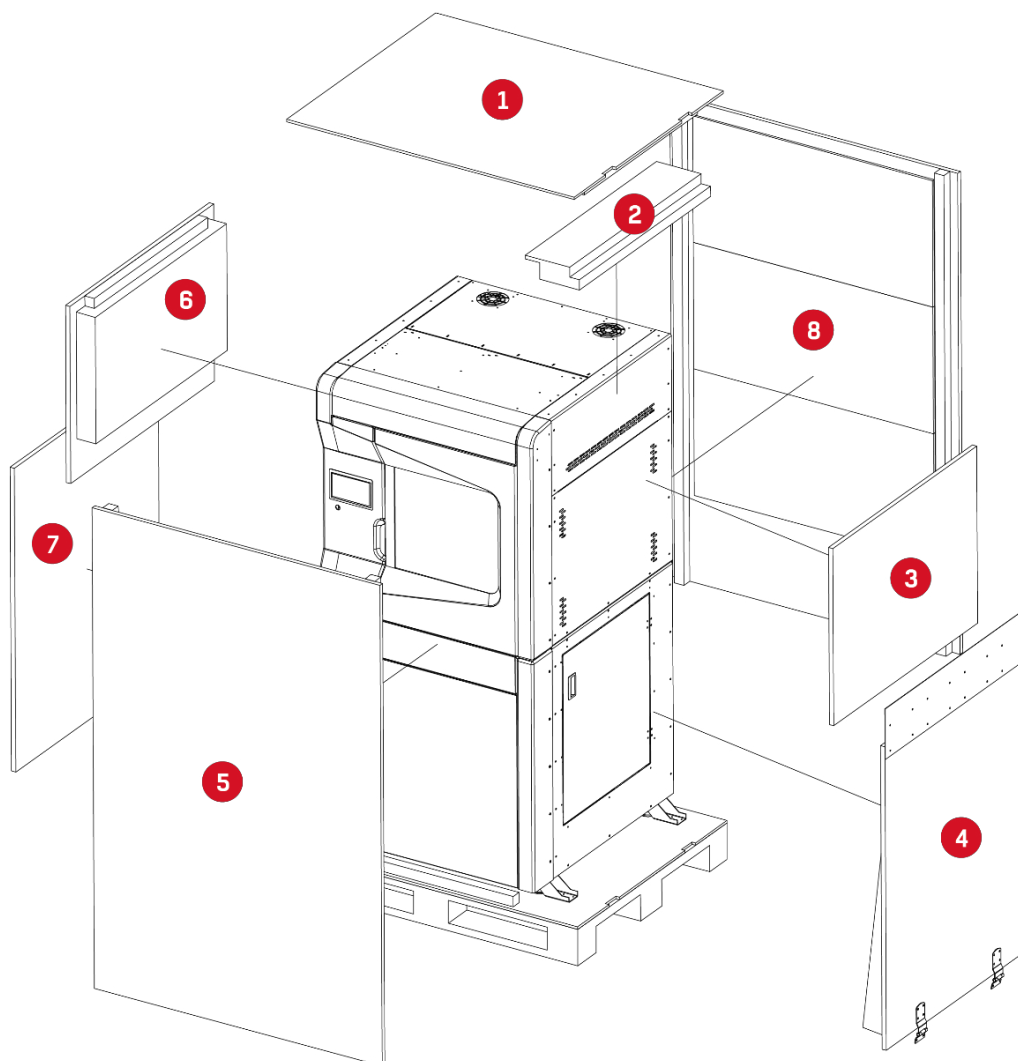

Рис. 7. Распаковка принтера - последовательность распаковки
2. Отвинтить плиты ОСП в порядке, указанном на рис. 7. Отложить в сторону доски, пенопластовые вставки и шурупы. Производитель рекомендует сохранить упаковку.